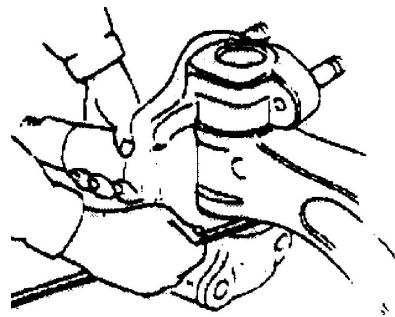

图 10
(1) 将转向节及止推轴承装于前轴上, 选择适当的调整垫片来调整间隙, 保证间隙 0.1mm 以下 (图 10)。